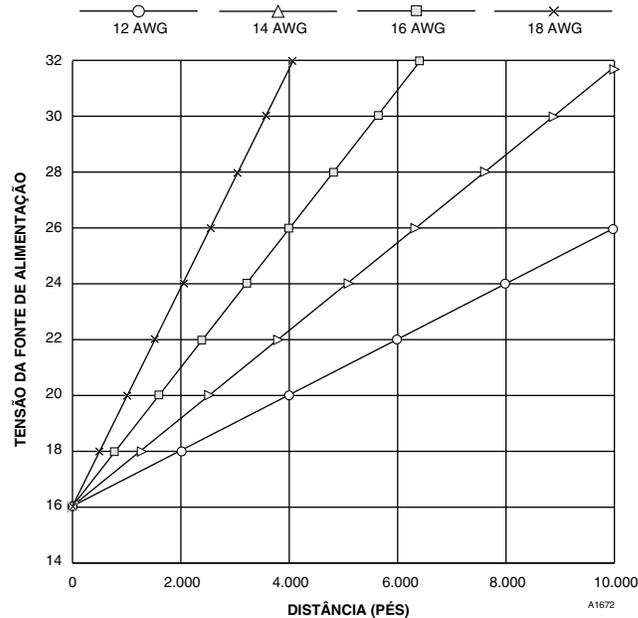

Figura 3 — Requisitos de cabeamento do transmissor para modelos de gás combustível com relés
- Figura 3 — Requisitos de cabeamento do transmissor para modelos combustíveis com relés